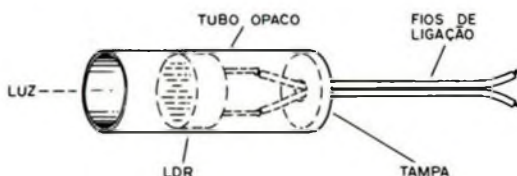

figura 9
f) Para o LDR são usados na ligação dois pedaços de fio de 20 à 30 cm de comprimento. Recomenda-se que os terminais de ligação e o próprio LDR sejam protegidos contra o manuseio excessivo que pode acabar por danificá-los. A montagem num pequeno tubo, conforme mostra a figura 9 é uma sugestão.